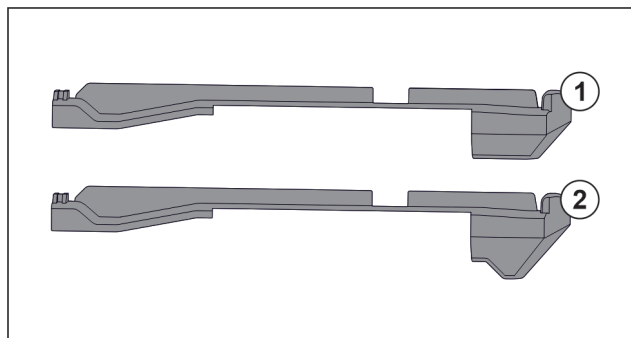

Fig. 46 Porównanie elementów nasadzanych
W urządzeniu znajdują się dwa różne elementy nasadzone. Element nasadzony nad najniższą szufladą Fig. 46 (2) posiada trójkątną krawędź. Wszystkie pozostałe elementy nasadzone Fig. 46 (1) mają prostą krawędź.
- ▶ Element nasadzony Fig. 46 (2) z trójkątną krawędzią umieścić nad najniższą szufladą.
- ▶ Element nasadzony Fig. 46 (1) z prostą krawędzią umieszczać we wszystkich pozostałych miejscach.